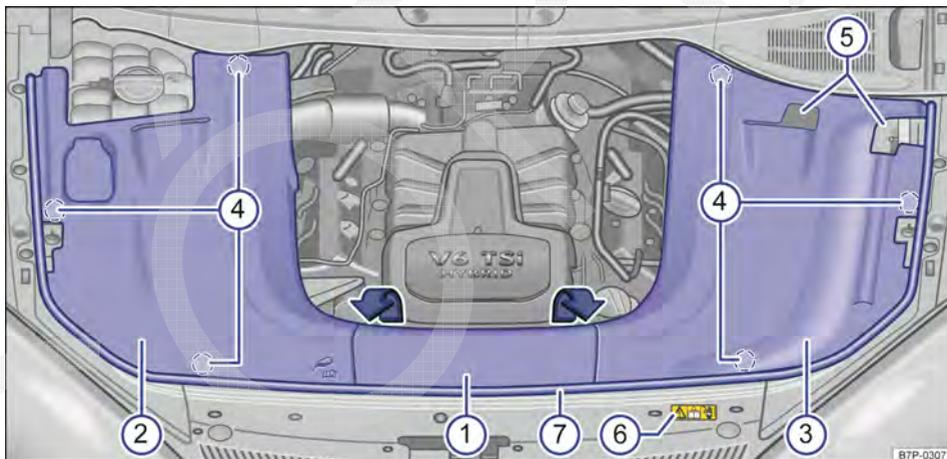

Fig. 270 Com a tampa do compartimento do motor aberta: cobertura do compartimento do motor.
A cobertura do compartimento do motor  e  → Fig. 270 deve ser desinstalada para verificar e corrigir o nível do líquido de arrefecimento → Página 373. Procedimento para verificar e corrigir o nível do líquido de arrefecimento → Página 353.
→ Página 335. Para alcançar os pontos de auxílio à partida no compartimento do motor, utilizar as aberturas para pontos de partida auxiliar ⑤ na cobertura ③ → Fig. 270.
Legenda para Fig. 270:
- ① Cobertura central.
- ② Cobertura direita.
- ③ Cobertura esquerda.
- ④ Alojamentos.
- ⑤ Aberturas para os pontos de partida externos.
- ⑥ Placa de advertência para alta tensão.
- ⑦ Vedação do compartimento do motor.
As coberturas do compartimento do motor ① e ③ → Fig. 270 devem ser desinstaladas nas seguintes situações:
As coberturas do compartimento do motor ① e ② → Fig. 270 devem ser desinstaladas nas seguintes situações: